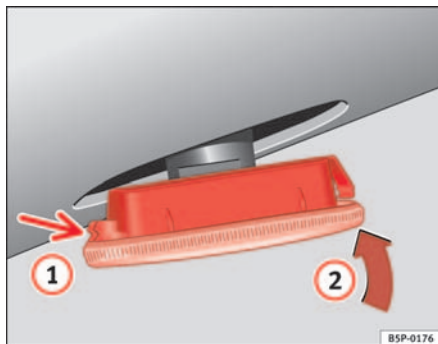

Abb. 186 Seitlicher Blinker
- Setzen Sie den Blinker zuerst in der Aufnahme der Karosserie ein, wobei die Halterungen richtig einrasten müssen ⇒ Abb. 186, Pfeil ①.
- Setzen Sie die Lampe in Richtung Pfeil ② ⇒ Abb. 186 ein ■